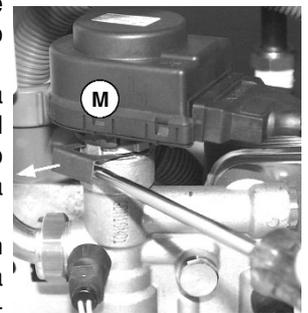

fig. 10-2
- con un cacciavite, sganciare la molla di fissaggio del motore **M** della valvola a tre vie avendo cura di tenere il motore con una mano (fig. 10-2)